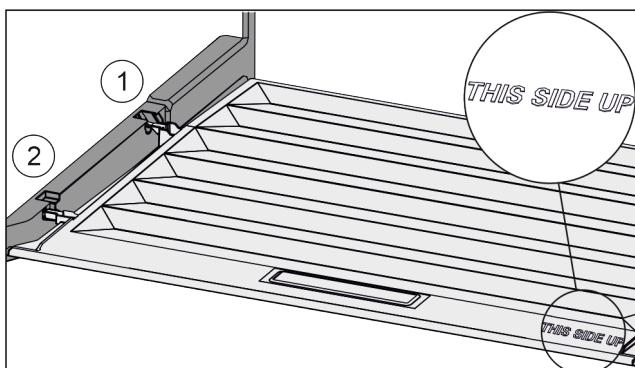

Fig. 52
- Robova predala vstavite nad odprtino zadnjega držala Fig. 52 (1), spredaj pa ju zataknite v držalo Fig. 52 (2).